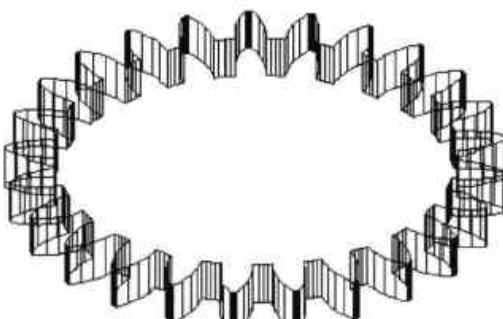

图12-50 拉伸图形
**Step13** 执行“拉伸”命令，将生成的面域图形向 Z 轴正向拉伸 15mm，如图 12-50 所示。